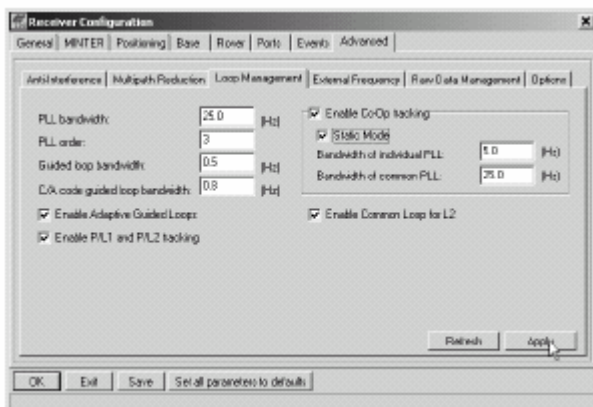

Figura 2-13. Configuración avanzada – Gestión de Ciclos
5. Haga clic en la pestaña *Gestión de Ciclos*, marque las casillas que se indican a continuación y al finalizar haga clic en **Aplicar** (Figura 2-13).